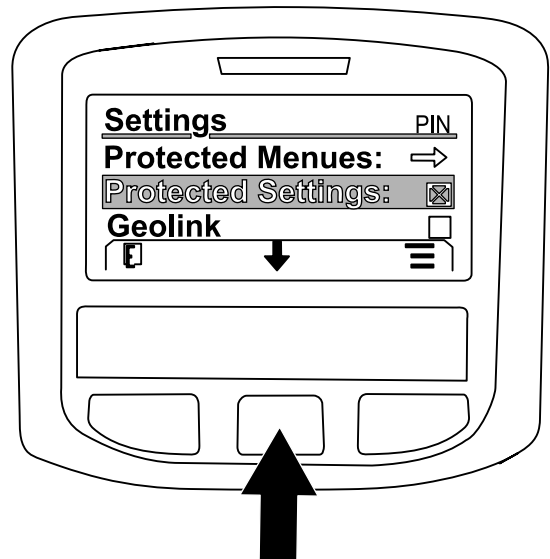

Figura 232
7. Pulse el botón central para desplazarse a la opción GEOLINK, y pulse el botón derecho para seleccionar la opción (Figura 232).